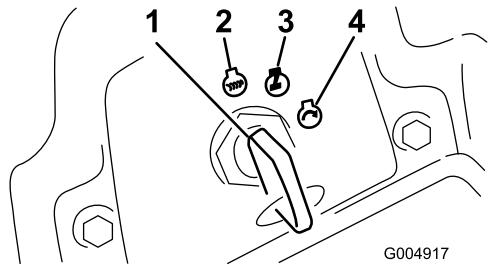

Figura 16
6. Gire la llave de contacto a la posición Marcha (Figura 16).
3. Gire la llave de contacto a la posición de Desconectado (Figura 16). Espere a que se detengan todas las piezas en movimiento antes de abandonar el puesto del operador.